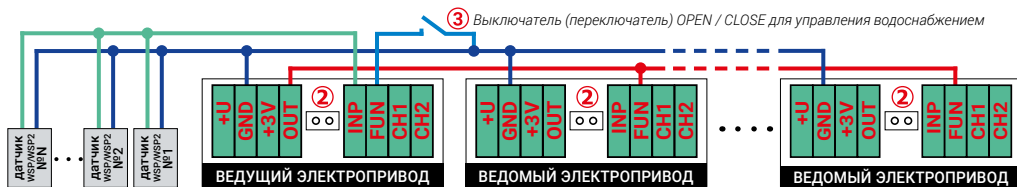

Рис. 1. Объединение в систему нескольких шаровых электроприводов из серий GIDROLOCK WINNER
В определенных случаях может возникнуть необходимость подключить к шаровому электроприводе GIDROLOCK WINNER другие электроприводы серии GIDROLOCK WINNER. Например, если в системе водоснабжения предусмотрено перекрывать холодную и горячую воду, то для решения такой задачи потребуется два и более устройства: один ведущий шаровой электропривод GIDROLOCK WINNER и несколько шаровых электроприводов GIDROLOCK WINNER в качестве ведомых (рис.1).
ВНИМАНИЕ! При подключении электроприводов серии GIDROLOCK WINNER по схеме **ведущий – ведомые убедитесь в отсутствии установленных джамперов (2)** во всех соединяемых электроприводах серии GIDROLOCK WINNER (рис. 1 и фото 6).
При объединении в систему нескольких электроприводов серии GIDROLOCK WINNER выключатель (переключатель) с фиксацией положения (фото 22-24) для дистанционного управления водоснабжением **подключается к клемме FUN только ведущего шарового электропривода** (3, рис. 1).